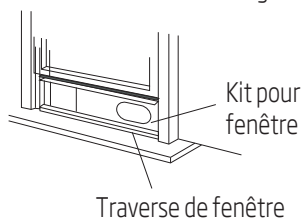

Fig. 10
3. Découpez le joint en mousse (de type adhésif) à la longueur appropriée et fixez-le sur le haut de la fenêtre. Comme indiqué dans la Fig. 10.